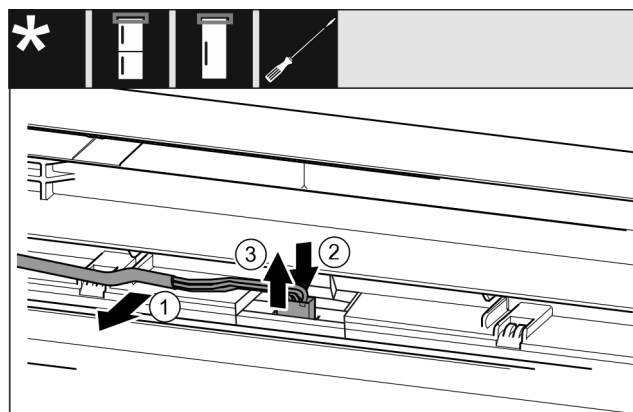

Fig. 23 Chłodziarko-zamrażarki / Zamrażarki / Chłodziarki*
- ▶ Wyjąć ostrożnie kabel Fig. 23 (1) z prowadnicy w drzwiach.*
- ▶ Wcisnąć nakładkę Fig. 23 (2) za wtyczkę do tyłu.*
- ▶ Wyciągnąć wtyczkę Fig. 23 (3) ostrożnie do góry.*